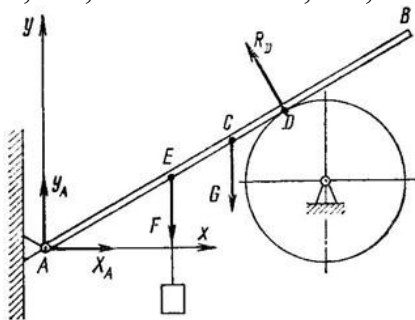

Рисунок 11
2. Однородный брус АВ (рис. 11) весом $G = 250$ Н прикреплен к стене при помощи шарнира А и в точке D опирается на гладкий цилиндр. В точке Е к брусу подвешен груз $P = 800$ Н. Определить реакцию цилиндра и шарнира, если $AE = 1,2$ м; $AC = BC = 1,5$ м; $AD = 1,7$ м и $\angle B A x = \alpha = 40^\circ$.